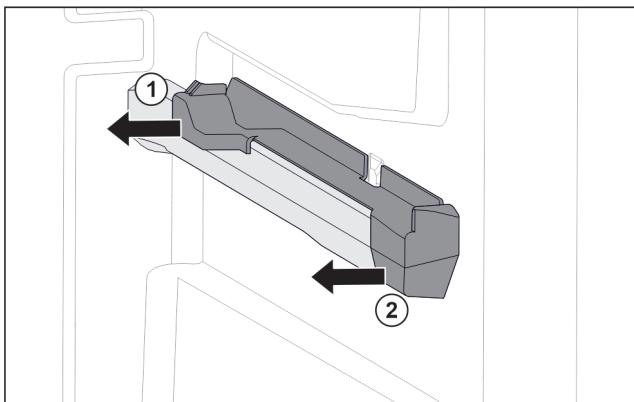

Fig. 50 Вставная часть на правом контейнерном ребре
- Отодвните вставную часть сзади в сторону. Fig. 50 (1)
- Отодвните вставную часть спереди в сторону. Fig. 50 (2)